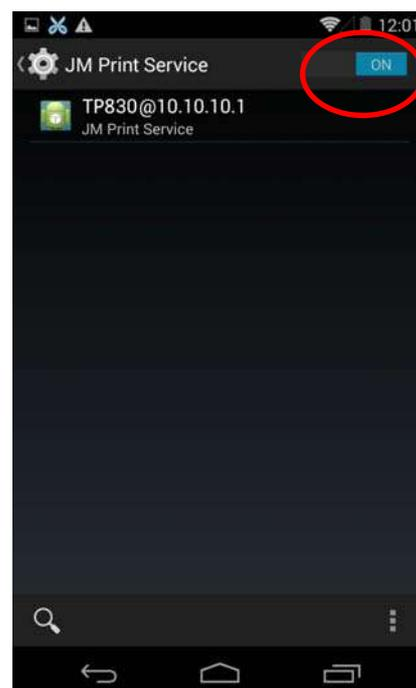

Figura 24
3.5 Luego de encender el “JM Print Service”, este buscará automáticamente y mostrara si la impresora ha sido encontrada (Figura 24).